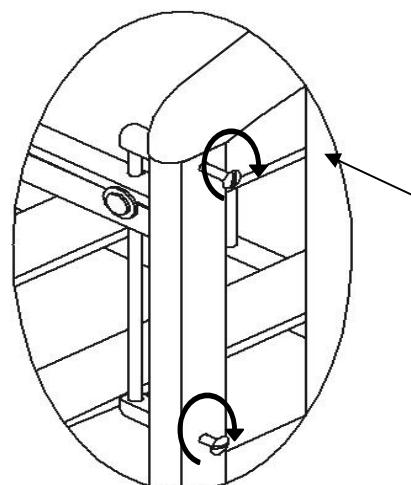

Рис.2
- Установить переднее ограждение(4) между спинками (1,2), используя винты M6x35 и ограничительные втулки из механизма опускания «Кнопка». Рис.2